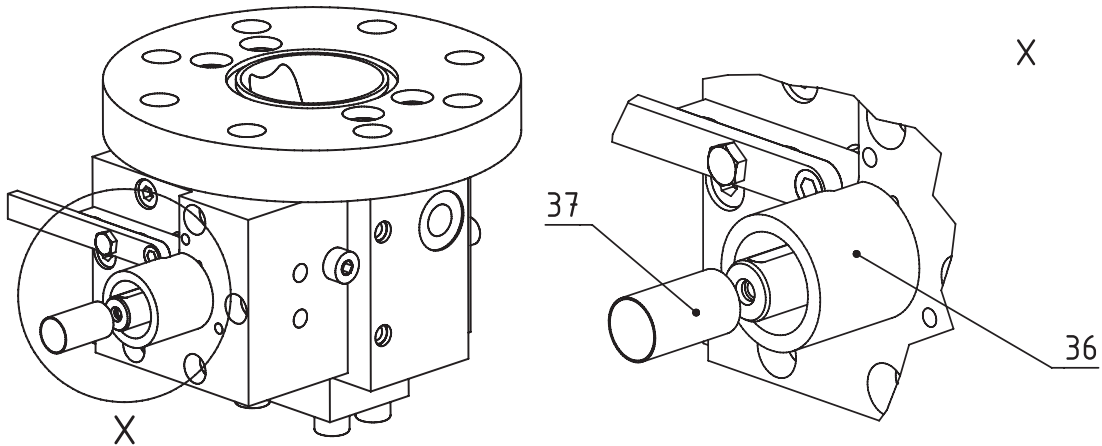

Рисунок 9.9 Задвиньте большую 36 и малую 37 монтажную гильзу по приводному валу в уплотнительное пространство
- 16.4 Задвиньте большую монтажную гильзу 36 по приводному валу в уплотнительное пространство (рисунок 9.9, страница 58).